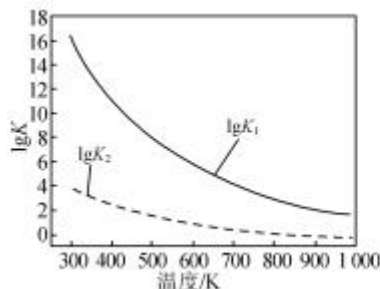

图1
反应I、II平衡常数的对数 $\lg K_1$ 、 $\lg K_2$ 与温度的关系如图1所示；在固定CO、 CH_3OCH_3 、 H_2 的原料比和体系压强不变的条件下，同时发生反应I、II，平衡时各物质的物质的量分数随温度的变化如图2所示。
[练习2] (2) 图1为丙烯腈产率与反应温度的关系曲线，最高产率对应温度为 460°C 。低于 460°C 时，丙烯腈的产率 不是 (填“是”或者“不是”) 对应温度下的平衡产率，判断理由是 该反应为放热反应，平衡产率应随温度升高而降低 高于 460°C 时，丙烯腈产率降低的可能原因是 是 (双选，填标号)。